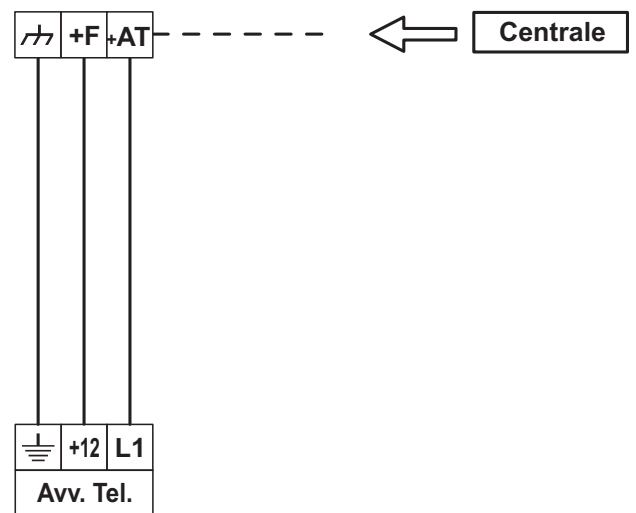

Figura 9 Collegamento dell'avvisatore telefonico.
**Avvisatore Telefonico** La centrale mette a disposizione un opportuno morsetto, +AT, per il collegamento della linea di ingresso degli avvisatori telefonici. Nella figura 9 è illustrato il collegamento della centrale con un avvisatore telefonico Bentel.